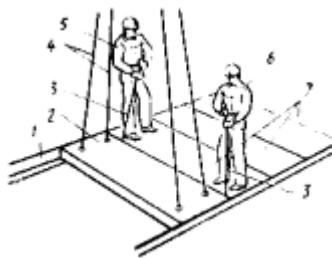

Рис.2.4. Выверка панели
6. Рабочий, выполняющий монтажные работы, старший в звене проверяет правильность установки панели 2 в плане и при необходимости совместно с рабочим, выполняющим монтажные работы, монтажными ломами 3 смешают ее (рис.2.4)